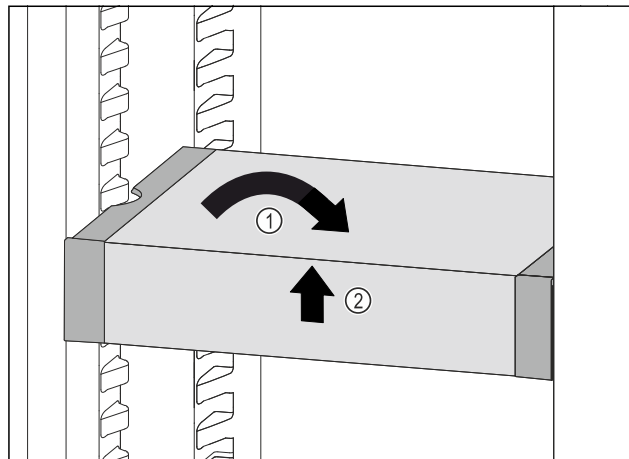

Fig. 120
- ▶ Ispravite VarioSafe. Fig. 120 (1)
- ▶ Podignite sprijeda VarioSafe. Fig. 120 (2)